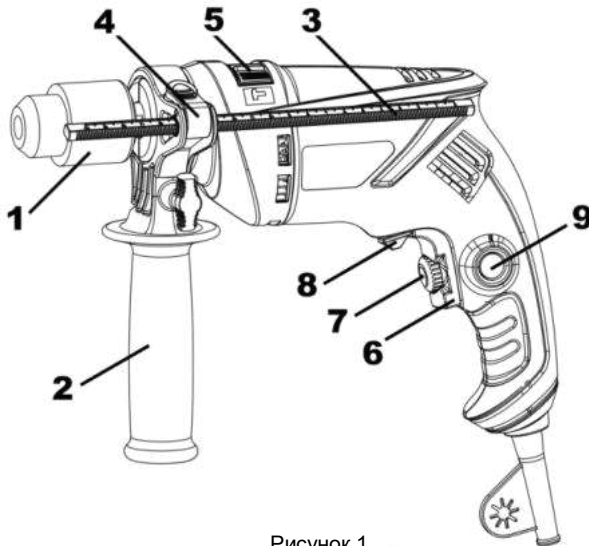

Рисунок 1
Виріб має два режими свердління: ударно-обертальний і обертальний. Перемикач режимів роботи виробу здійснюється переведенням перемикача (5) (див. рис.1) у крайні позиції до відповідного символу режиму роботи:
- ударно-обертальний режим - перемикач (5) повинен бути переведеним до упору у бік символу **T**;
- обертальний режим - перемикач (5) повинен бути переведеним до упору у бік символу **A**.
4.2 Виберіть необхідний режим роботи виробу за допомогою перемикача (5) (див. рисунок 1). Перемикання режимів роботи виробу здійснюється переведенням перемикача (5) (див. рис. 1) з одного крайнього положення в інше в бік відповідного символу режиму роботи:
- обертальний режим - перемикач (5) повинен бути переведеним до упору у бік символу **2**.